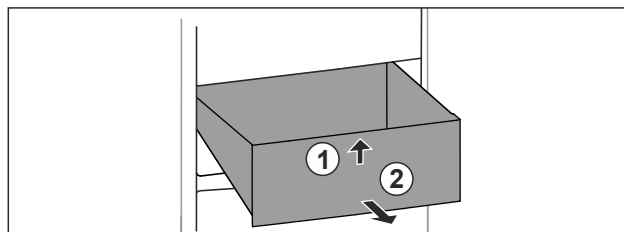

Fig. 80
- Nadzvedněte zásuvku vpředu. Fig. 80 (1)
- Vyjměte zásuvku dopředu. Fig. 80 (2)